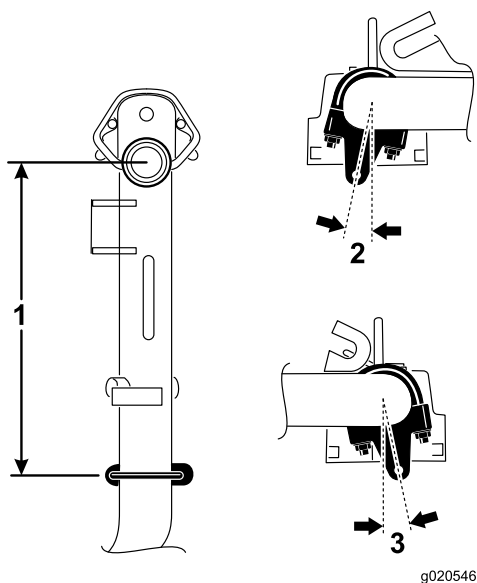

Figura 4
1. Nos braços de elevação nº 1, nº 4 e nº 5, posicione os suportes da corrente e as cavilhas em U 38 cm atrás do centro da articulação (Figura 4).
2. Nos braços de elevação nº 1 e nº 5, os suportes devem ser rodados 10 graus para a direita na vertical (Figura 4).
- No braço de elevação nº 4, o suporte deve ser rodado 10 graus para a esquerda na vertical (Figura 4).